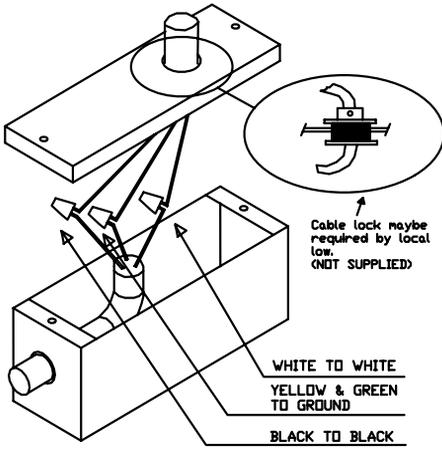

fig. 8
**ATTENTION:** Assurez-vous que l'alimentation est coupée. Effectuez le raccordement électrique (voir Fig. 8).